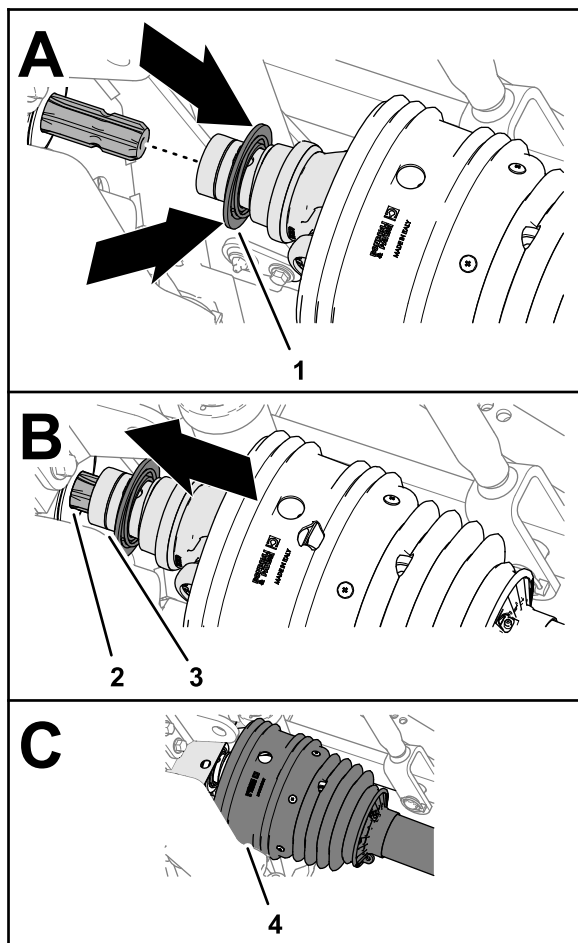

Figura 27
3. Tire hacia atrás del anillo de bloqueo de la horquilla del árbol de transmisión (Figura 27).
adelante, colocando el alojamiento de la horquilla sobre las estrías del árbol de salida de la TDF (Figura 27).
6. Asegúrese de que el escudo queda situado sobre la horquilla del árbol de transmisión (Figura 27).